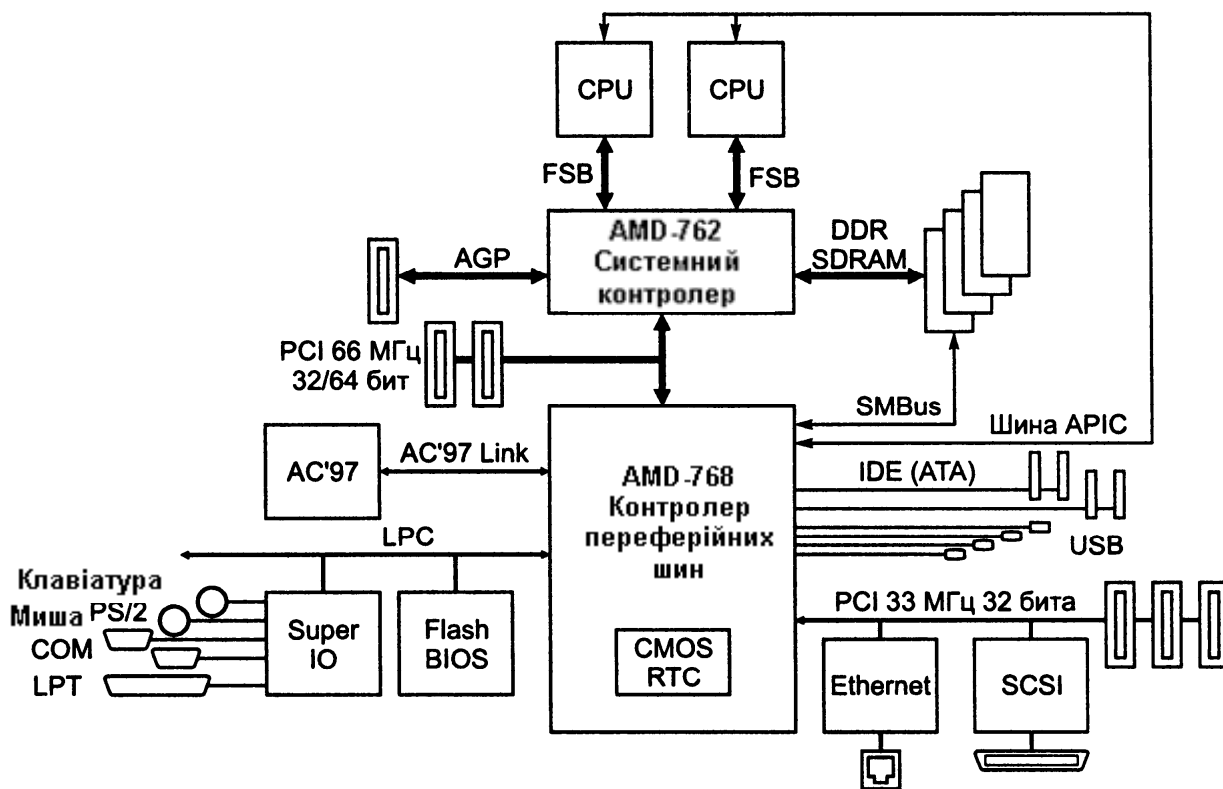

Рис. 2.5. Шино-мостова архітектура на прикладі AMD-760
У **шинно-мостовій архітектурі** є центральна магістральна шина, до якої інші компоненти підключаються через мости. У ролі центральної магістралі спочатку виступала шина (E)ISA, потім неї змінила шина PCI. Шинно-мостова архітектура чипсетів проіснував довгий час і пережила багато поколінь процесорів (від 2-го до 7-го). Шина PCI у ролі головної магістралі удержалася недовго: відеокартам з 3D-акселератором її пропускної здатності, поділюваної між всіма пристроями, виявилось недостатньо. Тоді й з'явився порт AGP як виділений потужний інтерфейс між графічним акселератором, пам'яттю і процесором. Завдання північного мосту ускладнилися: контролеру пам'яті доводиться працювати вже на три фронти - йому посилають запити процесор, майстри шини PCI (і ISA, через PCI) і порт AGP. Пропускна здатність AGP у режимі 2x/4x/8x становить 533/1066/2133 Мбайт/с, так що шина PCI по продуктивності стала другорядною. Однак у шинно-мостовій архітектурі вона зберігає свою роль магістралі підключення всіх периферійних пристроїв (крім графічних). Як потужний представник шинно-мостової архітектури можна розглядати чипсет AMD-760 (рис. 2.5). Тут є первинна шина PCI на 64 біт і 66 МГц, що є «екватором», і вторинна шина для підключення периферії.